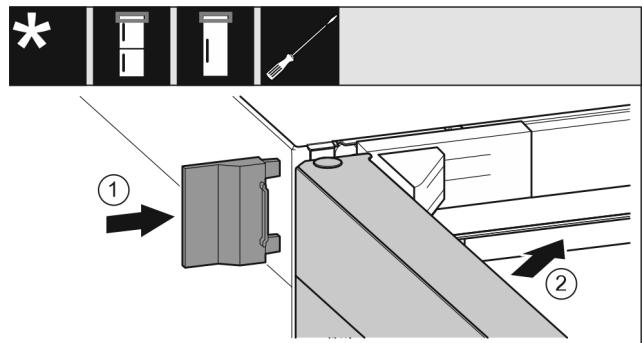

Fig. 26
- ▶ Надвиньте внешнюю крышку Fig. 26 (1).
- ▶ Закройте верхнюю дверь Fig. 26 (2).